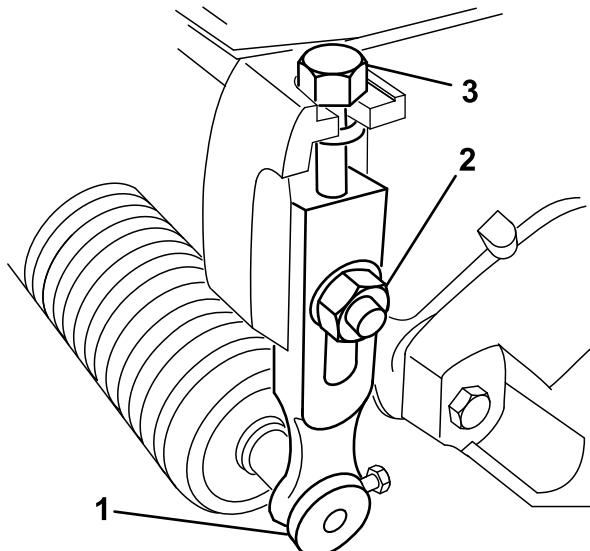

図 17
1. 刈り高アームをカッティングユニットのサイドプレートに固定しているロックナットをゆるめる図 17。